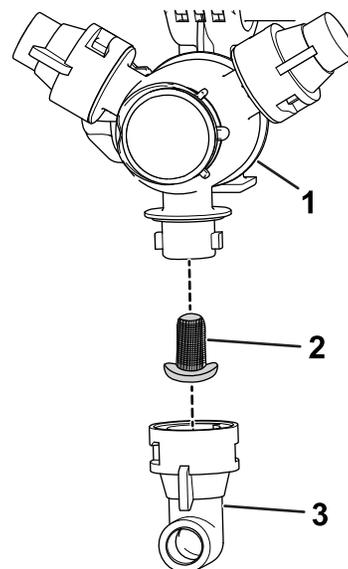

Bild 110
- Nehmen Sie die Düse vom Sprühdrehkreuz ab (Bild 110).
- Entfernen Sie den alten Düsenfilter (Bild 110).
- Setzen Sie den neuen Düsenfilter ein (Bild 110).
- Setzen Sie die Düse auf das Sprühdrehkreuz auf (Bild 110).